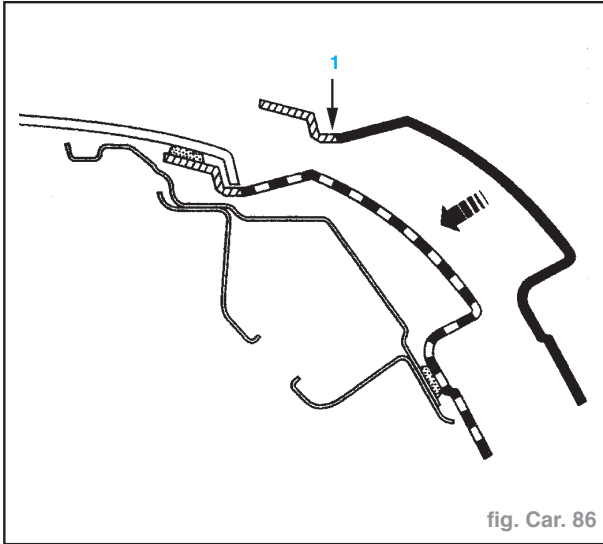

fig. Car. 86
- Découper la partie (1) de l'aile en préparation (fig. Car. 86).